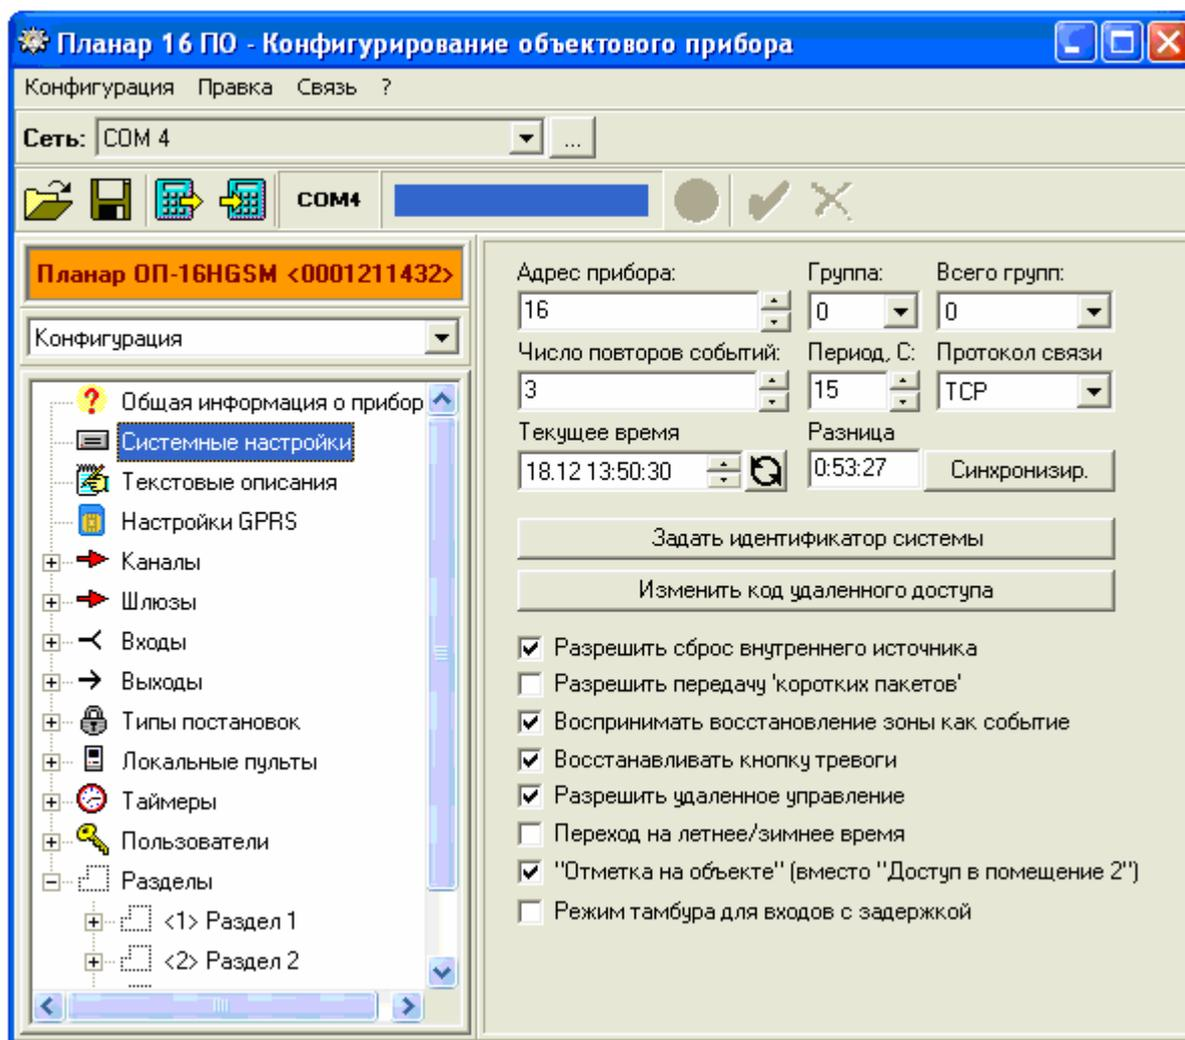

Рис. 12.11 Программирование системных настроек
12.2.4.2.1.1. Типовое окно программы конфигурирования объектового прибора при программировании системных настроек приведено на рис.12.11..